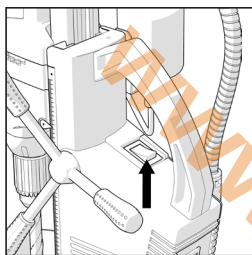

Fig. 5
- Accione el interruptor negro del motor situado en la parte superior de la máquina. (**Fig. 5**)
- Para arrancar el motor, seleccione la posición de encendido ("ON") del interruptor NEGRO, ubicado en la parte superior de la máquina. (**Fig. 5**)